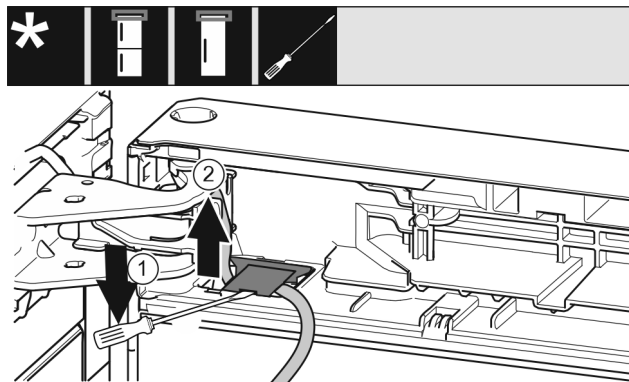

Fig. 8
- ▶ Løft afdækningen med en flad skruetrækker, og træk den ud. Fig. 8 (1)
- ▶ Træk kablet ud. Fig. 8 (2)